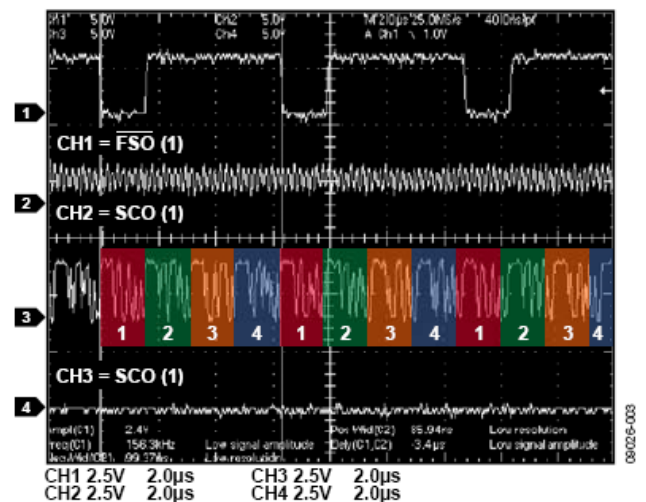

图3. 菊花链: 读取数据。从AD7765 (1)到FPGA 的数字接口。各通道的数据用颜色和编号表示。输出数据速率为 156 kSPS (1/128 抽取)
仅将一个 $\overline{\text{FSO}}$ (帧同步输出)信号施加于数字主机,作为从菊花链读取数据的中断($\overline{\text{FSO}}$ (1))。此信号是所有四个通道的帧信号。从数字主机(FPGA或DSP)回读的数据格式如图 3 所示。AD7765 (1)的转换数据和状态位首先输出(在此期间 $\overline{\text{FSO}}$ (1)为低电平有效),然后依次是AD7765 (2)、(3)、(4)的转换数据和状态位。注意,当从菊花链中的其余转换器输出数据结果时, $\overline{\text{FSO}}$ (1)为逻辑高电平。